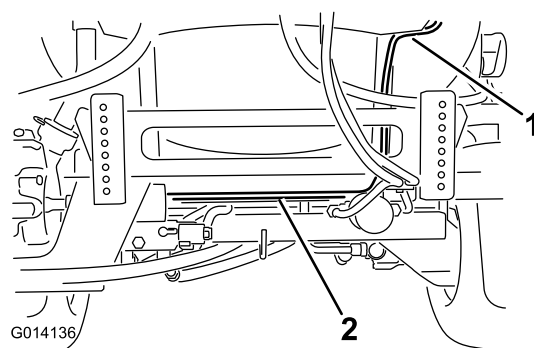

図 14
1. ホース・リール・コントロール・ボックスから出ている電気ハーネスを探し出す。ハーネスの長い方の端部（リング端子とヒューズのコネクタがついている）を、タンク・スキッドの後部を通して、ブーム・アクチュエータ・ブラケットの後ろの車両フレーム後部まで配設する（図 14）。ケーブル・タイ（1本）を使用して、ハーネスをフレームに固定する。